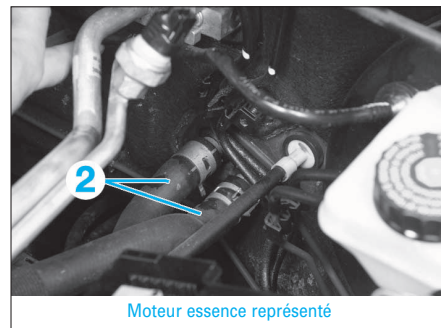

FIG. 9
- A l'aide d'une pince à bcs fins, écarter les colliers puis débrancher les canalisations de liquide de refroidissement (2) (fig. 9).